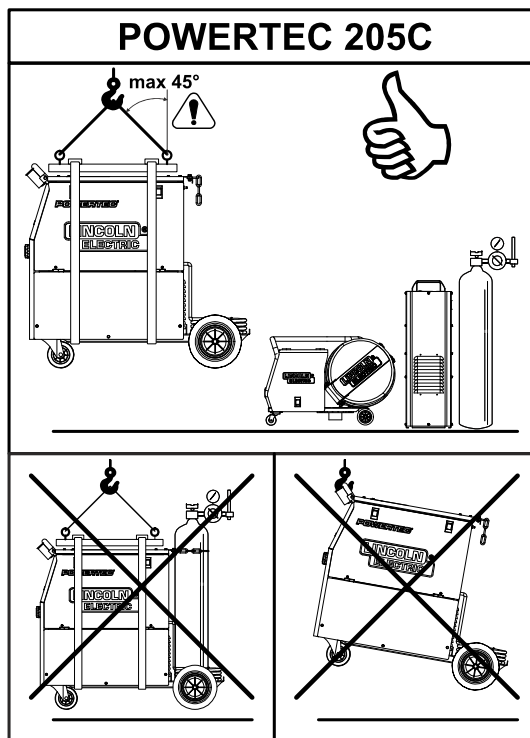

Figura 20
Trasporto e sollevamento in sicurezza della saldatrice **POWERTEC 205C** (vedere Figura 20):
- Utilizzare un'apparecchiatura di portata adeguata per sollevare e sostenere la saldatrice. Usare una traversa e almeno due cinghie come indicato in Figura 20.
- Applicare il carico assialmente, con un angolo di 45 gradi, come indicato in Figura 20.